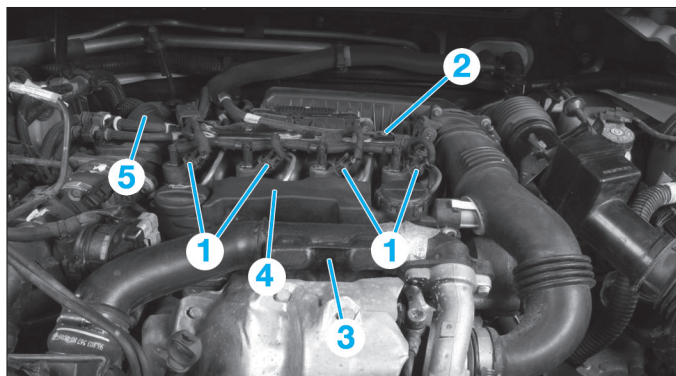

Fig. 35
- Débrancher les connecteurs (1) des injecteurs (Fig.35).
- Écarter le faisceau (2).
- le résonateur (3),
- le déshuileur (4),
- le tube de recyclage des gaz d'échappement (5),